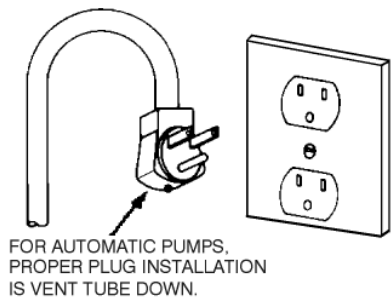

FIGURE 1
6. Connect the power cord to an outlet, vent tube down (see Figure 1.)
6. Le bouchon doit être installé avec le tuyau de vent en bas (Figure 1.)
- La instalación correcta del tapon es con el tubo de aspiración hacia abajo (Figure 1.)